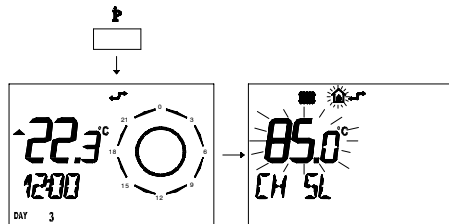

fig. 8.4
- 2 Premere per più di 3 secondi il pulsante  per entrare in modalità **INFO**. (fig. 8.4)